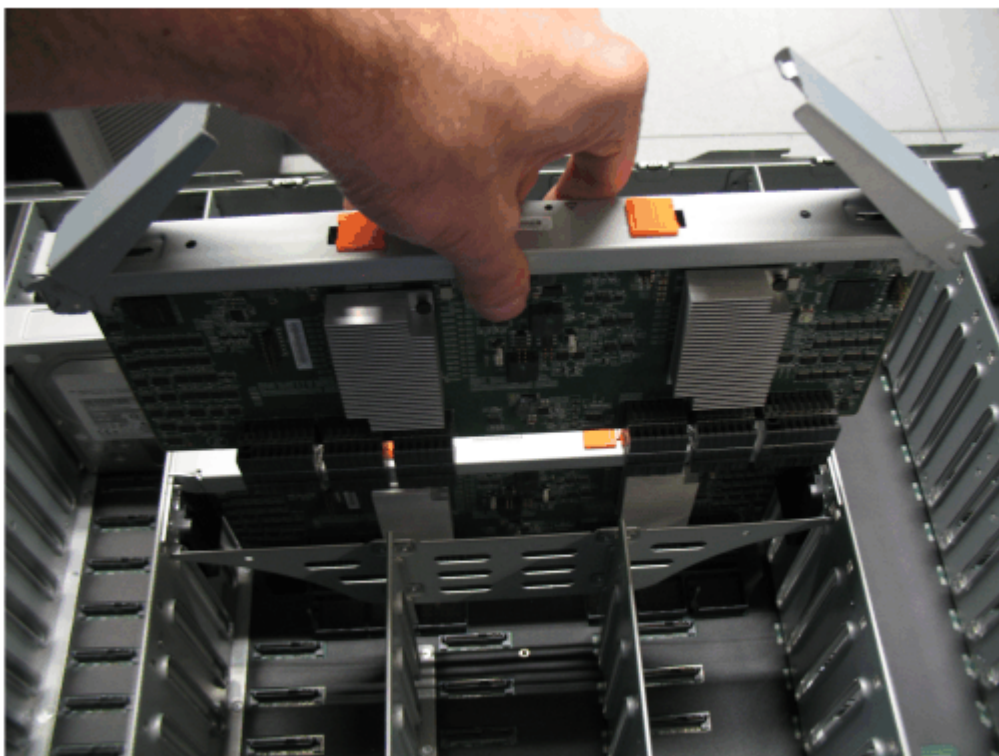

Abbildung 89. Sekundäres Erweiterungsmodul einbauen
4. Richten Sie die Kanten des sekundären Erweiterungsmoduls vorsichtig an der Führungskerbe im Gehäuse aus (siehe Abbildung 89 auf Seite 78).